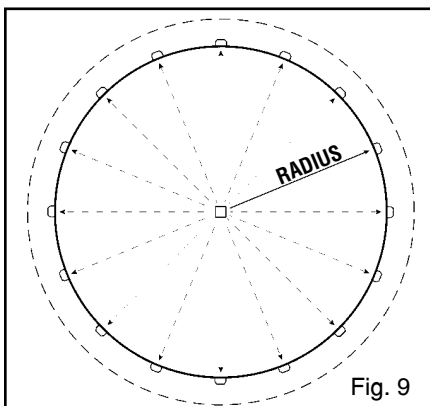

Fig. 9
**GB****5-Checking your work: (Fig.9)**
Afin d'éviter tout problème pour la pose du liner (Fig. 9) vous devez vérifier que votre piscine est bien ronde et à niveau. Si ce n'est pas le cas vous devez
**D****5-Kontrolle:(Abb.9)**
**E****5-Verificación: (fig.9)**
**I****5-Verifica: (Fig.9)**
**NL****5-Controle: (Fig.9)**